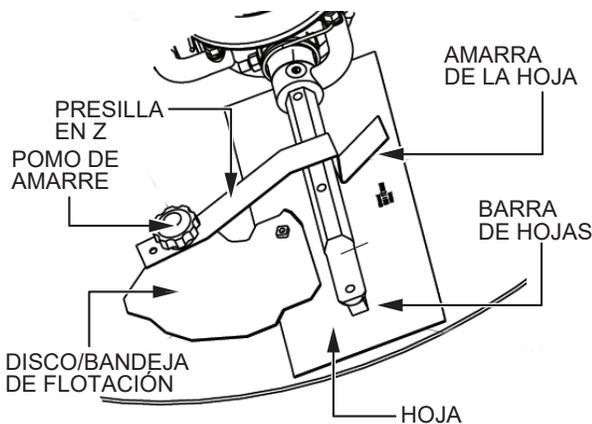

Figura 16. Instalación de bandejas de flotación (presillas Z)
1. Levante la alisadora justo lo suficiente para deslizar la bandeja de flotación debajo de las hojas. Baje la alisadora sobre la bandeja con las hojas adyacentes a las presillas Z (Figura 16).
3. Fije los amarres de las hojas en el lado alejado de los soportes de las presillas Z con las perillas de amarre (Figura 16).
4. Asegúrese de que los bordes de las hojas estén fijos debajo de las presillas Z, y los amarres estén completamente sujetos sobre los bordes de la barra de la hoja (Figura 16).